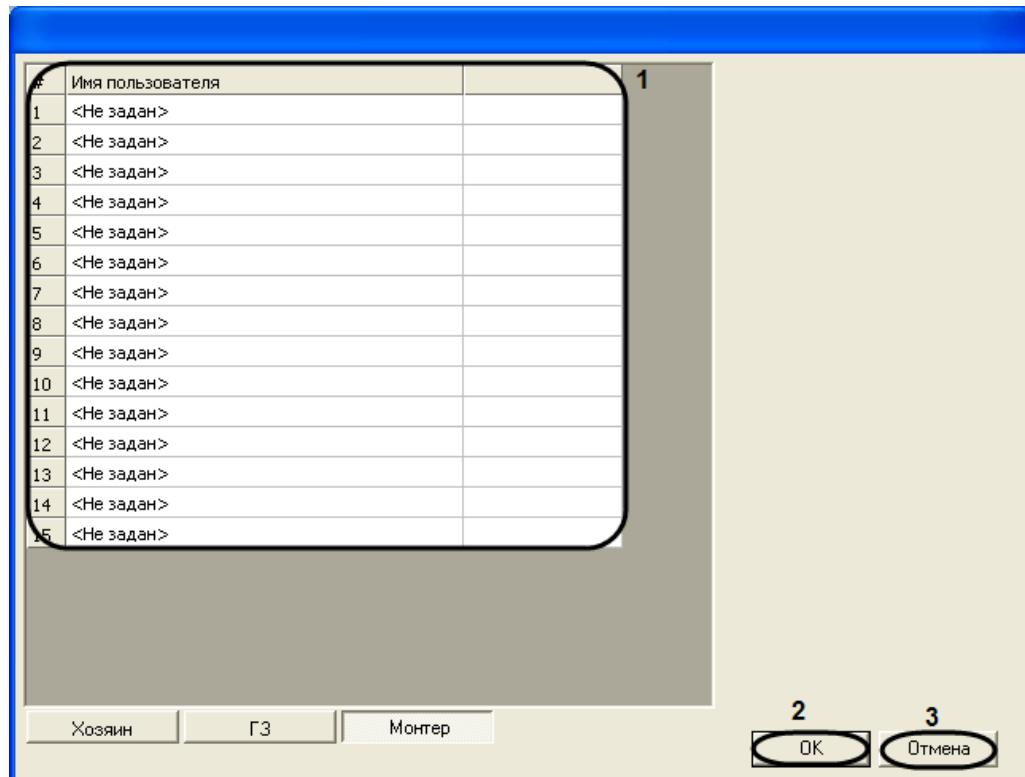

Рис. 3.3—8 Задание ключей типа Монтер
- 6.2 В столбце **Имя пользователя** выбрать, созданного в ПК ACFA *Intellect*, пользователя, которому необходимо задать ключ типа **Монтер** (см. Рис. 3.3—8, 1).
6. Для сохранения ключей пользователей и возврата на панель настроек объекта **Контроллер** необходимо нажать кнопку **OK** (см. Рис. 3.3—8, 2).
*Примечание. Для возврата на панель настроек объекта **Контроллер** без сохранения изменений необходимо нажать кнопку **Отмена** (см. Рис. 3.3—8, 3).*